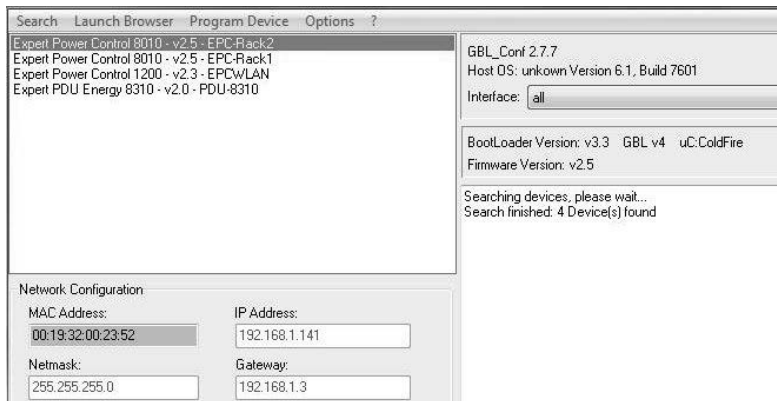

Fig. 2. Tous les appareils trouvés dans le programme de configuration GBL_Conf.
- 1 Ouvrez GBL_Conf. Tous les appareils trouvés dans le réseau apparaissent alors dans la fenêtre de gauche, comme le montre la Fig. 2.